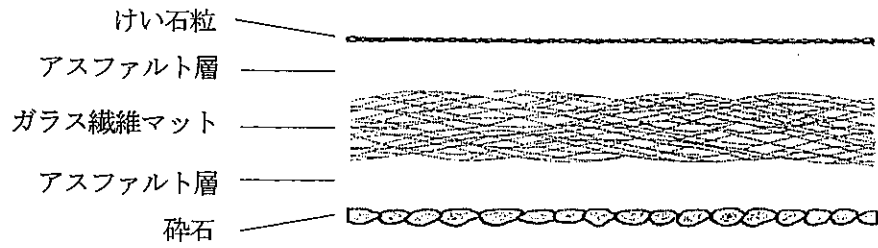

図4 ガラスマット基材部分接着用ルーフィングの断面構成
防湿層	<p>有機質量 4201.5g/m² 以下、または防湿層なし (内部結露の問題のない場合)</p> <p>防湿材：以下の(1)~(3)のうち、いずれか一仕様または防湿材なし</p> <p>(1) ガラスマット基材部分接着用ルーフィング： 厚さ 2.0~2.5mm、質量 2000~2500g/m² (有機質量 1201.5g/m² 以下) けい石粒：平均粒径 0.15mm、質量 250~350g/m² アスファルト層：質量 1000~1590g/m² (2層合計) 炭酸カルシウム：アスファルト=25 (±8) :75 (±8) ガラス繊維マット：質量 60g/m² (アクリル系バインダー15質量%含む) 碎石：平均粒径 0.85~1.20mm、質量 300~500g/m²</p> <p>・ガラスマット基材部分接着用ルーフィングの断面構成を図4に示す。</p> <p>(2) アスファルトルーフィング (JIS A 6005)： 厚さ 1.0~2.0mm、質量 1500g/m² (有機質量 900~1100g/m²)</p> <p>(3) 粘着層付き改質アスファルトルーフィング： 厚さ 0.3~1.5mm 質量 500~1200g/m² (有機質量 500~1200g/m²) フィilm層 (PET または PP)：厚さ 50μm、質量 70g/m² 粘着層 (改質アスファルト系)：質量 430~1130g/m² (2層合計)</p> <p>防湿層接着剤 (防湿材の下面)： 以下の(1)、(2)のうち、いずれか一仕様または接着層なし (防湿材(3)を用いる場合及び防湿材なしの場合) とする。</p> <p>(1) 改質アスファルト：固形量 500~1500g/m² (2) 防水工事用アスファルト：固形量 500~1500g/m² (引火点 280~350℃ (JIS K 2207 による))</p>